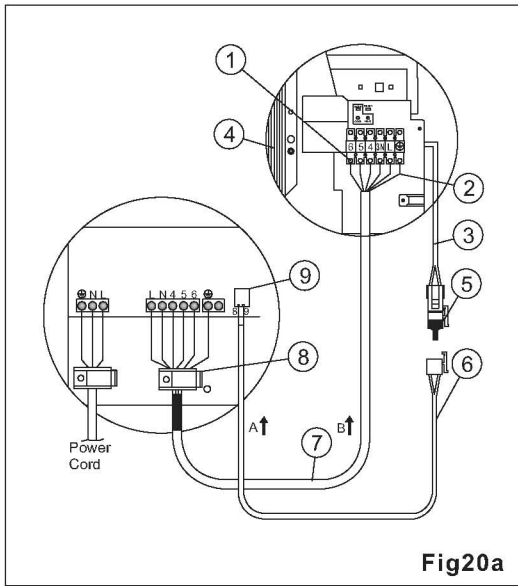
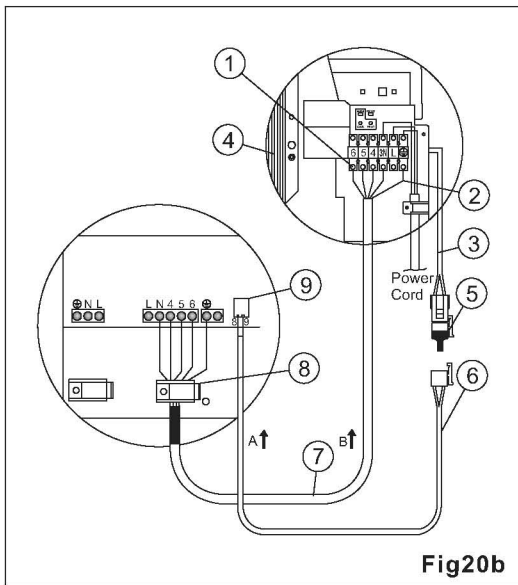
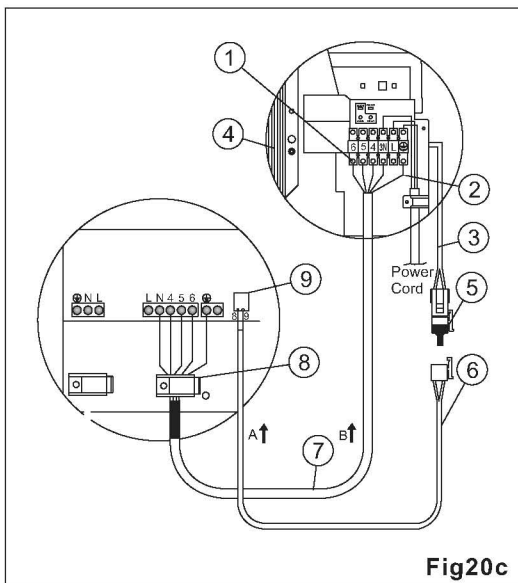

Fig.20a (WNG 24 1PH)
Fig.20b (WNG 24 1PH)
Fig.20c (WNG 24 3PH)
3. Conecte los finales de cable a las terminales de las unidades interior y exterior, de acuerdo a lo mostrado en fig. 20a, fig. 20b, fig. 20c.
4. Forme un recodo y conecte el cable amarillo/verde (2) a la terminal de descarga de la unidad interior, de acuerdo a lo mostrado en fig. 20a, fig. 20b, fig. 20c.